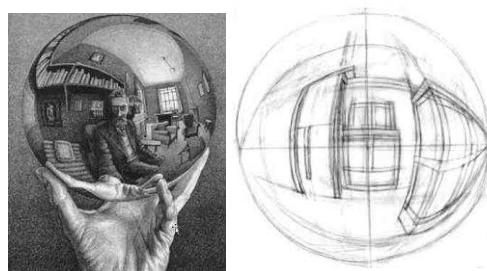

Рис. 10. Купольное центральное проецирование
- **купольное** – изображение проецируется на поверхность шара (рис. 10).